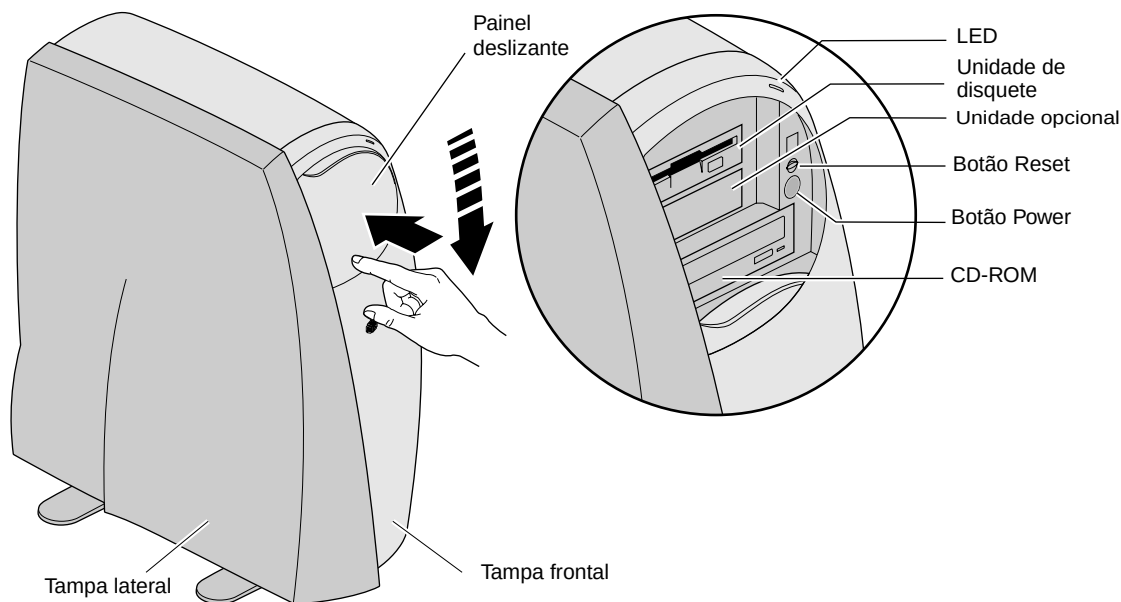

Figura 1-10 Abrindo o painel frontal
1. Para abrir o painel deslizante, pressione levemente a sua metade inferior, como mostrado na Figura 1-10.